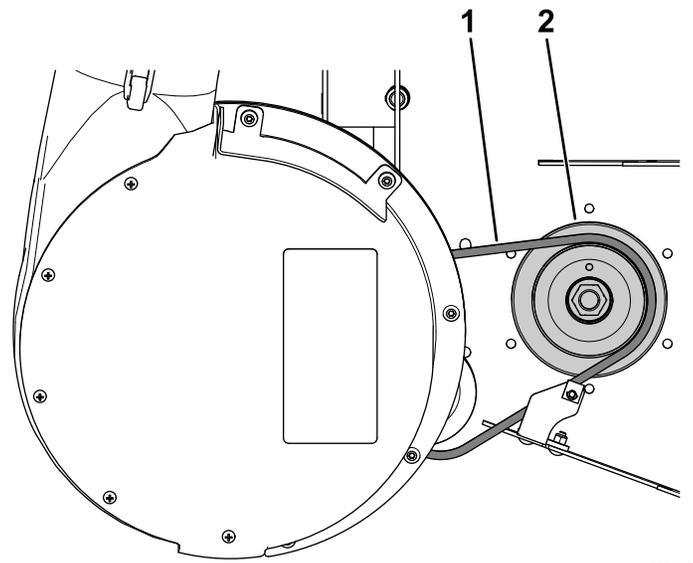
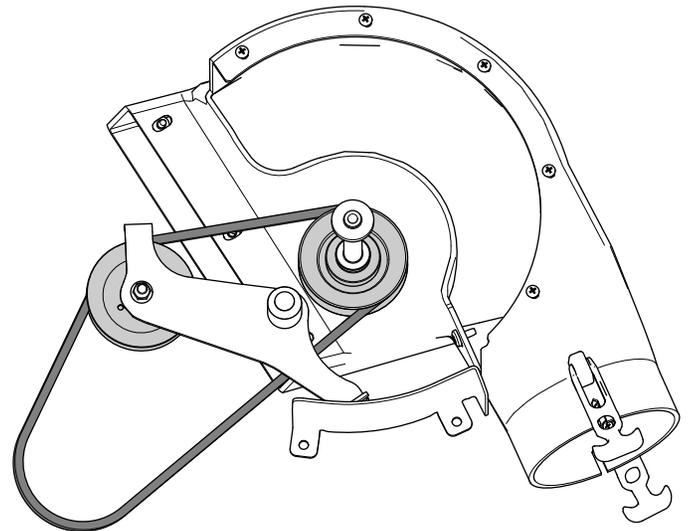

Figura 60
Figura 61
5. Retire la correa existente del soplador (Figura 60 y Figura 61).